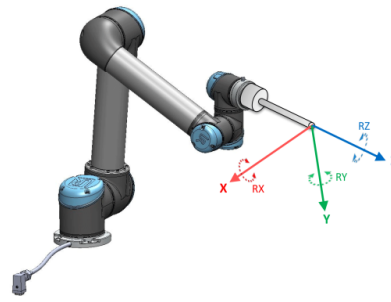

FIGURE 13.2 – Fonction de l’outil (PCO)
- La Fonction de l'outil se trouve au centre du PCO (point central de l'outil) actuel (voir figure 13.2)